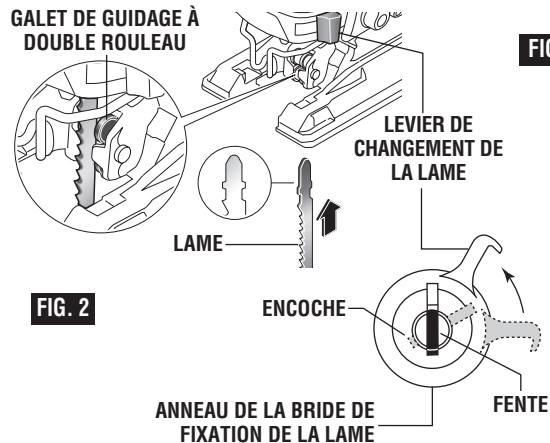

FIG. 2
2. Tirez sur le levier de changement de lame jusqu'au point où l'encoche sur l'anneau de la bride de fixation de la lame s'aligne sur la fente au centre de la bride de fixation (Fig. 2).